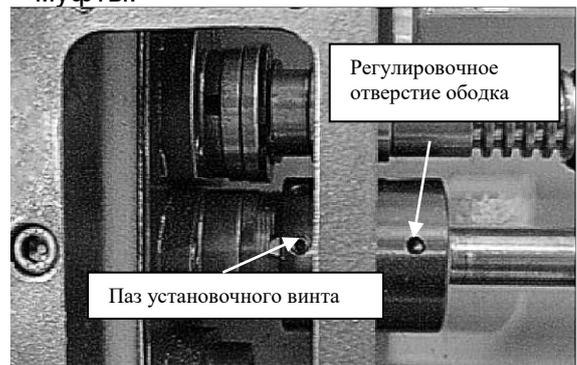

Рис. 90. Выравнивание установочного винта муфты подачи.
4. Вставьте шестигранный ключ в регулировочное отверстие ободка (Рис. 90), и при помощи ключа поверните ободок муфты.